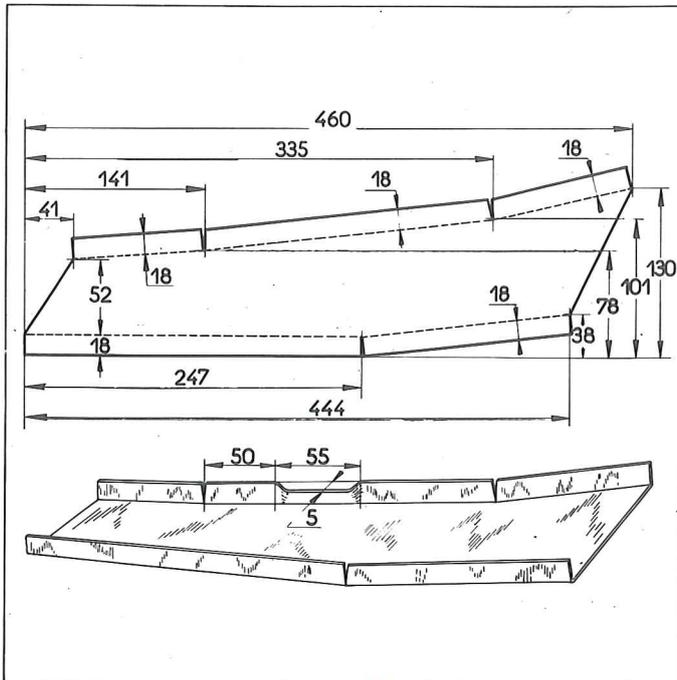

Fig. 2
2. Dans de la tôle de 0,8 mm d'épaisseur, réaliser deux renforts symétriques comme indiqué figure 1 et deux autres renforts symétriques comme indiqué figure 2.